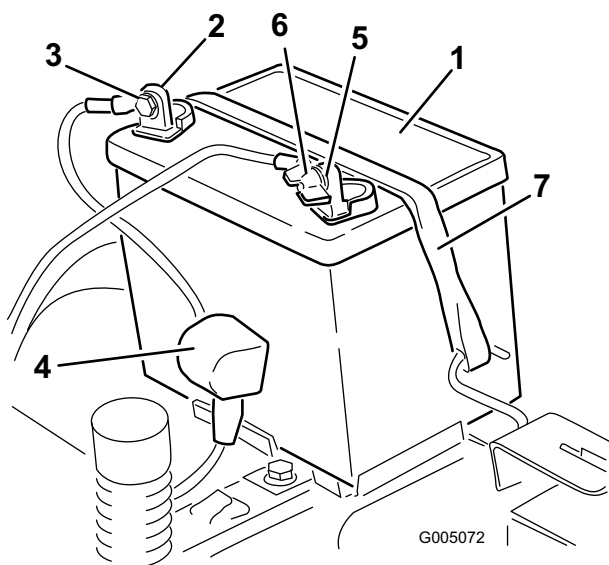

Figure 31
4. Débranchez le câble négatif (noir) de mise à la masse de la borne de la batterie (Figure 31). Mettez les fixations de côté.
5. Repoussez le capuchon en caoutchouc sur le câble positif (rouge). Débranchez le câble positif (rouge) de la borne de la batterie (Figure 31). Mettez les fixations de côté.
6. Enlevez la sangle de maintien de la batterie (Figure 31) et ôtez la batterie de son support.
1. Placez la batterie dans son support en tournant les bornes vers la position de fonctionnement (Figure 31).
5. Fixez la batterie en place à l'aide de la sangle de maintien (Figure 31).